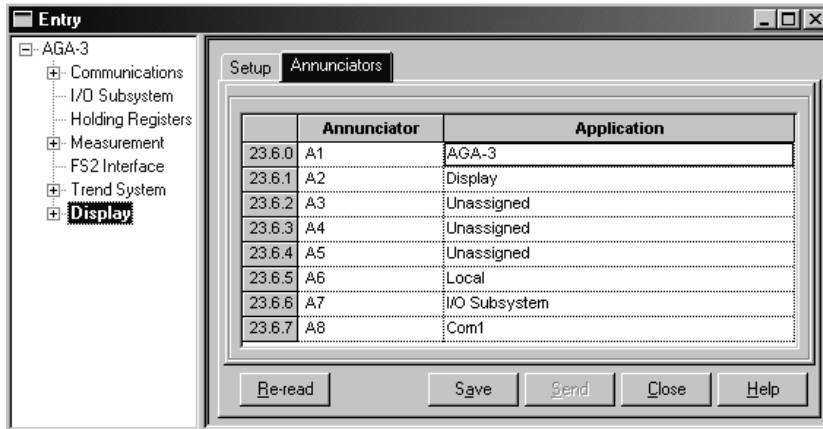

Abbildung 11 (Belegung der Meldepositionen)
**Hinweis:** Die Messanwendungen der  $\mu$ FLO -Geräte können beliebigen Meldepositionen im Display zugeordnet werden. Zur Überprüfung der aktuellen Belegung rufen Sie die Option *Annunciators* unter *Display* im *Eingabemodus* von PCCU32's auf. (Siehe Abbildung 11.)